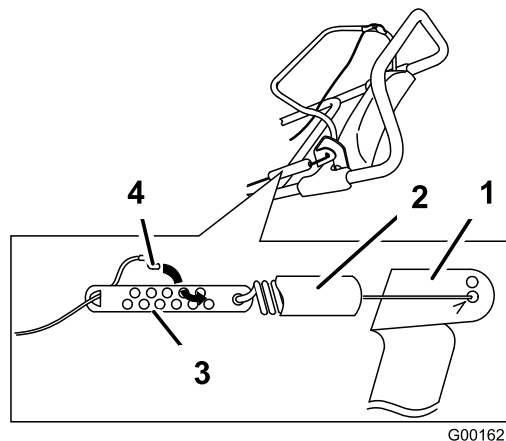

Figure 22
1. Décrochez le ressort du support de la barre de commande. (Figure 22).
2. Remontez la protection du ressort sur le dispositif de réglage du câble. (Figure 22).
3. Décrochez le raccord en Z du dispositif de réglage et replacez-le dans un autre trou du dispositif de réglage de manière à obtenir l'écartement voulu de 3 à 6 mm (1/8 à 1/4 pouce) entre le support de la barre de commande et le guidon (Figure 22).